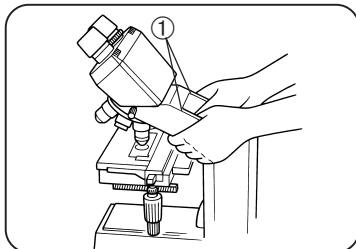

Fig. 4
(Fig. 4 & 5)
Per trasportare il microscopio, afferrare entrambi i lati ① con le due mani come mostrati in Fig. 4 e trasportare con cura.